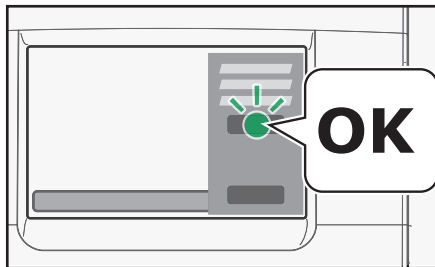

Fig. 5.6 - Appuyez sur OK pendant le rinçage/
8. Appuyez sur « OK » pour confirmer (fig. 5.6) que les pastilles de nettoyage Rinza sont insérées et que le récipient est en place.
9. Appuyez sur « OK » pour commencer le rinçage à l'eau chaude (fig. 5.6).